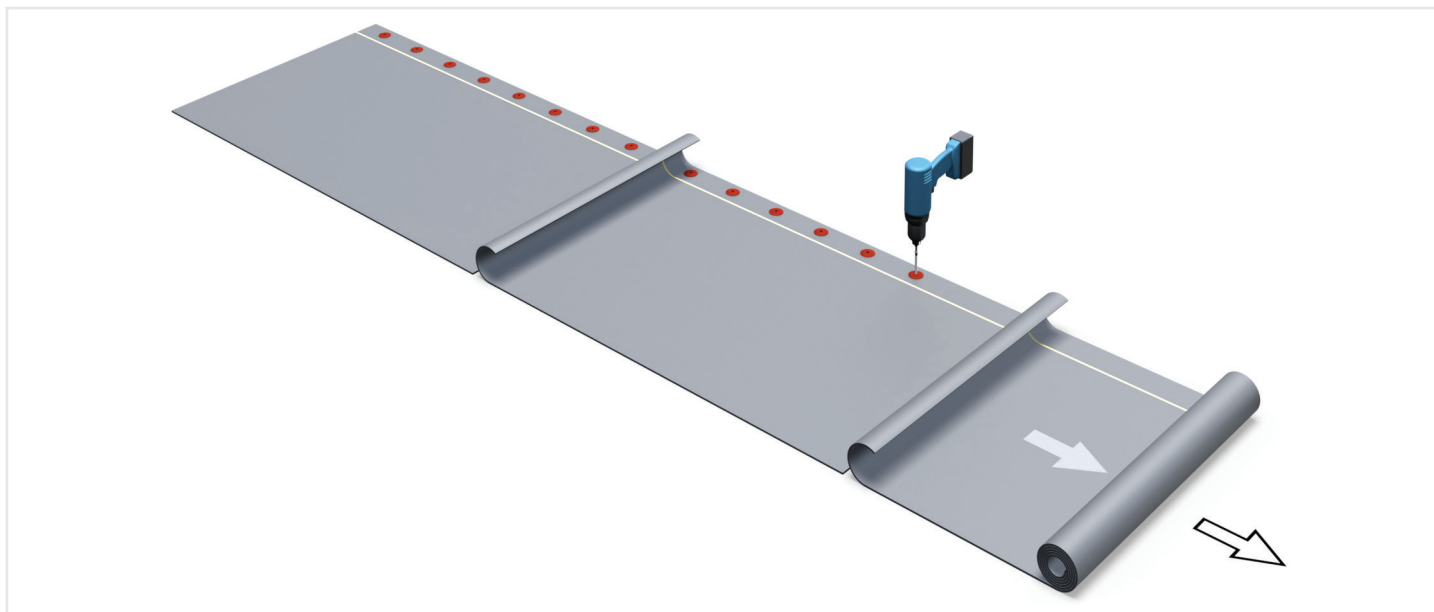

Рисунок 48 - Укладка первого ряда полотен
5.7.5.4 Производится механическое крепление полотен материала в зоне продольных нахлестов (Рисунок 48)